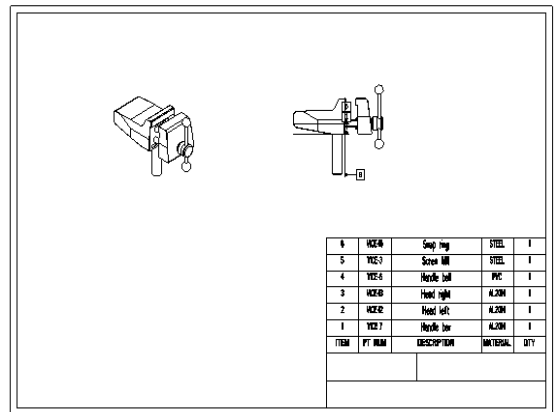

図 12-90 モデル ビュー
- 7) 「隠線なし」をONする。図面シートにマウス右クリックをして、サブメニューより「一般ビューを挿入」をクリックする。「結合ステート選択」ボックスにOKする。図面ビューに等角投影。モデルビュー名に FRONT を選び、適用、OKする(図 12-90)に示す。